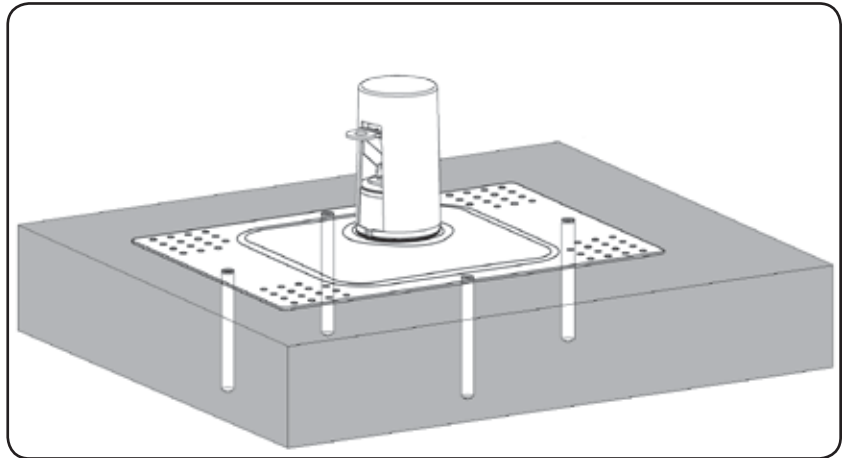

Fig. 11b
3. Retirez la base et percez un trou de 12,7 mm (1/2 po) à une profondeur de 120,65 mm (4 3/4 po) à chacun des quatre (4) emplacements de montage.
6. Puis, entrez un boulon extensible à travers le trou de montage de la base et dans le trou percé correspondant à chacun des quatre (4) emplacements de montage (voir fig. 11b).